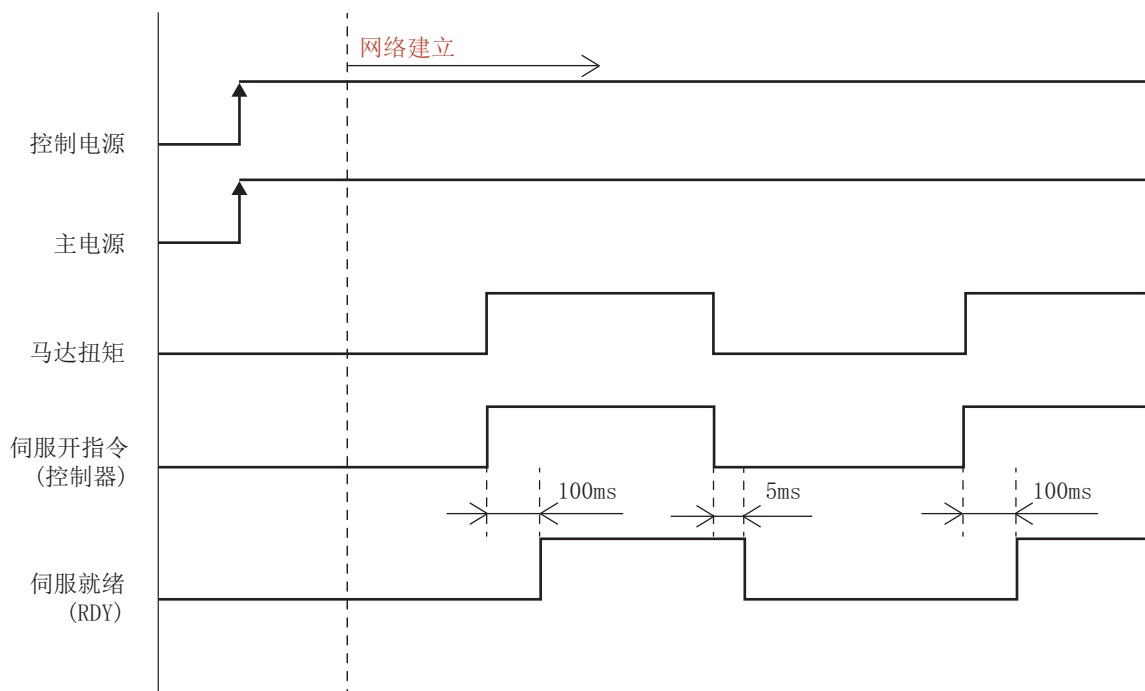

图2-11 时序图
- c. 在使用带有制动的马达的情况下, 请在使马达动作之前切实地解除制动。在未解除制动就使得马达动作的情况下, 恐会导致马达烧损, 所以请在参照「图 2-11 时序图」的基础上, 注意时机。